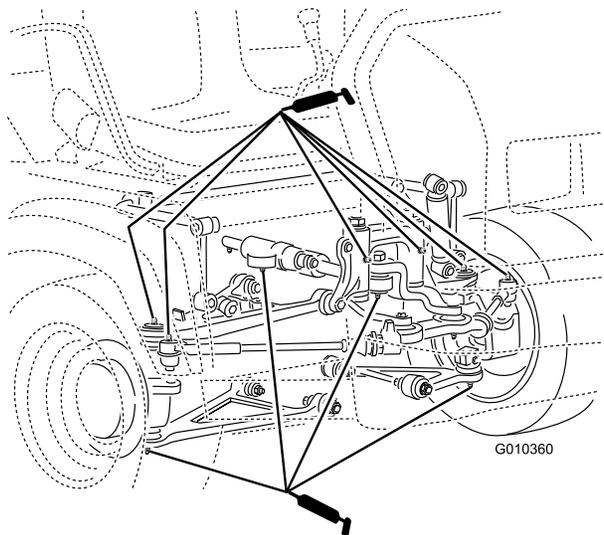

図 39
- ボールジョイント4、タイロッド2、ピボットマウント2、ステアリングシリンダ2 図 39